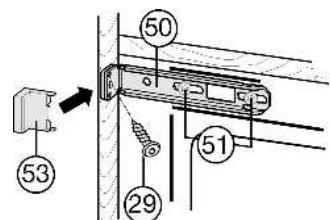

Fig. 18
- ▶ Немного ослабьте винты Fig. 18 (51).
- ▶ Закрепите верхний крепежный уголок Fig. 18 (50) с помощью винтов для стружечной плиты Fig. 18 (29) Ø4x19 на стенке мебели.
- ▶ Удалите выступающий конец крышки Fig. 18 (53).
- ▶ Затяните винты Fig. 18 (51).
- ▶ Установите крышка Fig. 18 (53).